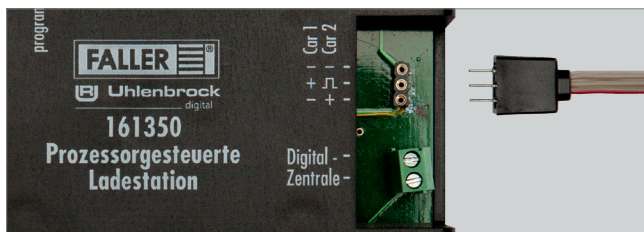

Abb. 3: Ladekabel an Ladestation anschließen
- ▶ Stecken Sie den Stecker an einem Ende des Ladekabels in die Buchse an der Ladestation, siehe Abb. 3.